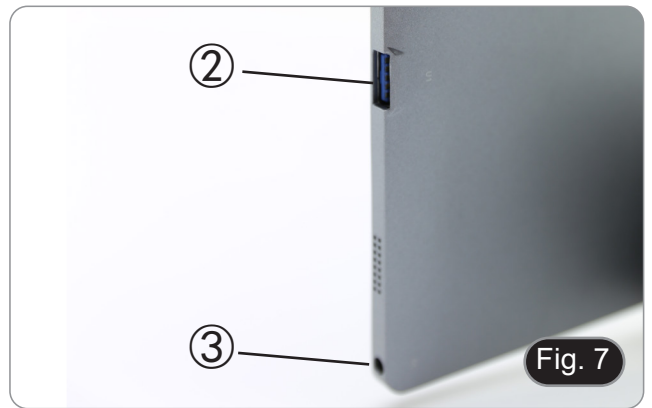

Fig. 7
6. Conecte el cable de alimentación a la Tableta para recargar la batería usando el conector ③. (Fig. 7)